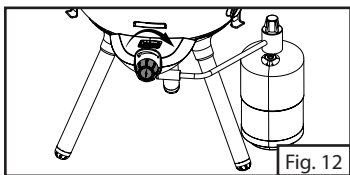
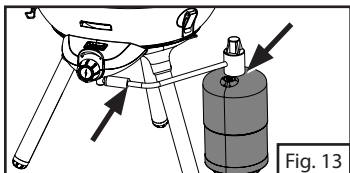

Fig. 12
Fig. 13
1. Verifique que la perilla de control esté cerrada girándola hacia la derecha hasta que se detenga. (Fig. 12) Aplique un líquido de detección de fugas de gas, como sería agua jabonosa, a las conexiones indicadas con flechas en la Fig. 13.